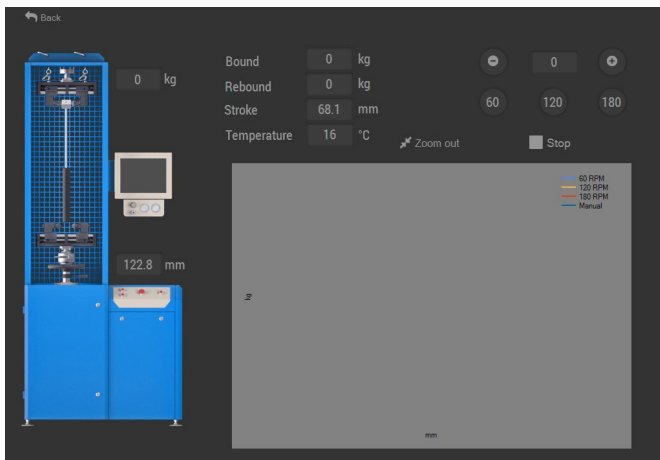

Рис. 17 – Проверка амортизатора в ручном режиме
7. На индикаторах «Сжатие» и «Отбой» (**рис. 17**) отображаются значения соответствующих усилий.